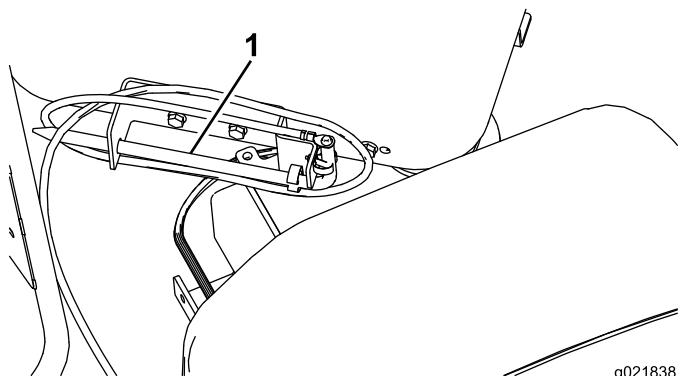

Figura 78
- 1. Retire la pica de tierra del soporte situado en el lateral de la plataforma del operador (Figura 78).
2. Baje el carro de perforación por el bastidor de perforación y rocíe la rosca del husillo con lubricante de roscas, luego suba el carro hasta el extremo superior del bastidor (Figura 78).